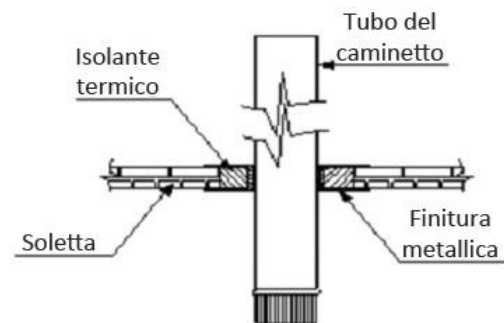

FIG. 2
5. Si devono installare dei tubi isolanti tagliafuoco (passamuro) adeguati quando la canna fumaria passa attraverso i pavimenti e/o i soffitti. L'isolamento avrà almeno uno spessore di 50 mm. dalla canna fumaria alla struttura. Proteggere le pareti con protettori dei muri quando la canna fumaria non si trova alla distanza di sicurezza e può causare danni. (Ver Fig. 2.).